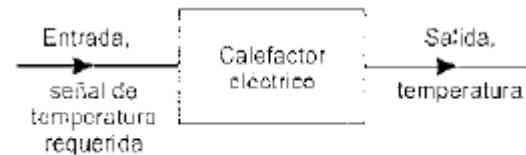

Figura 1.5 Ejemplo de un sistema de control en lazo abierto
- Así, por ejemplo, un calefactor eléctrico (figura 1.5) puede tener un selector que permite elegir una disipación en el elemento calefactor de 1kW o 2kW; de este modo la entrada al sistema está determinada por la posición del selector.